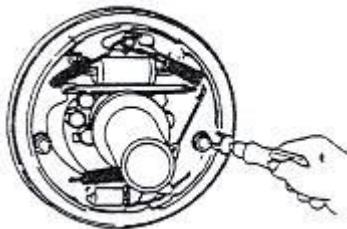

Рис. 2-16
(1) Снимите опорный штифт, регулировочную пластину, регулировочное устройство и пружину вспомогательной тормозной колодки. См. Рис. 2-16
(2) Снимите возвратную пружину на колодке. См. Рис 2-17